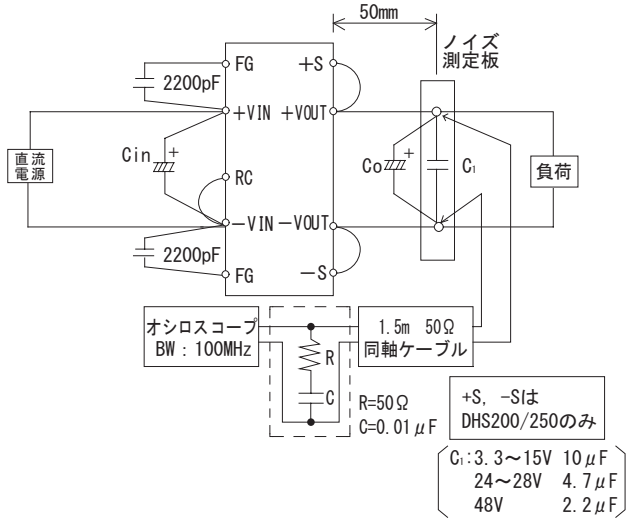

図3.5 電気特性の測定方法
■出力リップルおよびリップルノイズは、図3.5に規定する方法にて測定した値です。